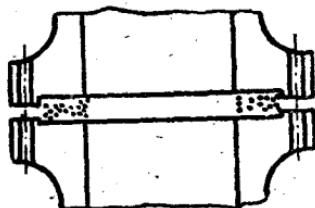

图6 表示橡皮垫鑲入法蘭盤的凹面內
①橡皮垫很容易打坏，可以改用薄石棉板，也可以在放橡皮垫的一圈略車低些，使不至冲开，如图6所示。